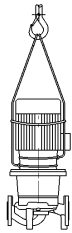

Рис. 5: Закрепление транспортировочных тросов
- Проушины для транспортировки можно ввинтить в предусмотренные для этого резьбовые отверстия на двигателе. Проушины для транспортировки служат только для задания направления при захвате груза (рис. 5).